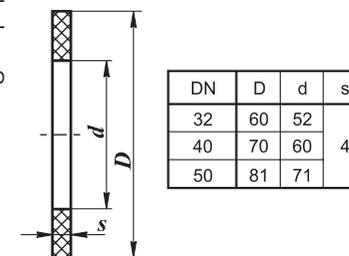
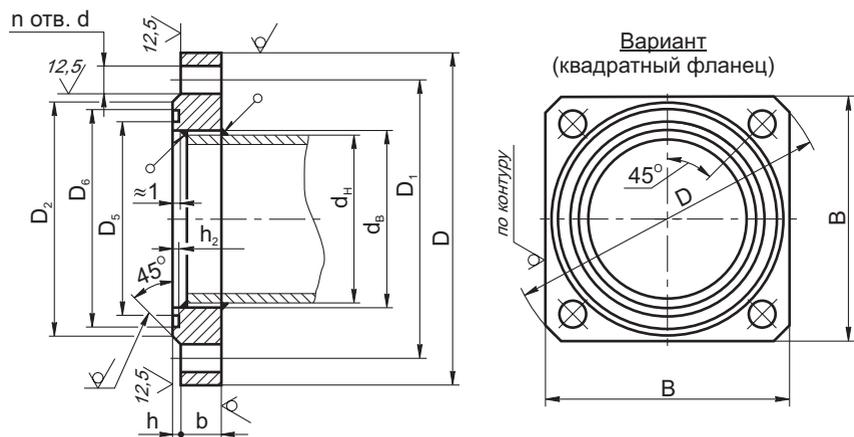

Рис. 3. Прокладка из резины листовой марки МБС
Рис. 4. Фланцы по ГОСТ 33259-2015 (исполнение уплотнительных поверхностей - D)
4.2.7 Монтаж фланцевых соединений выполнить с применением прокладок из резины МБС средней твердости (рис. 3). Ответные фланцы - стальные приварные по ГОСТ 33259-2015 (Рис. 4).